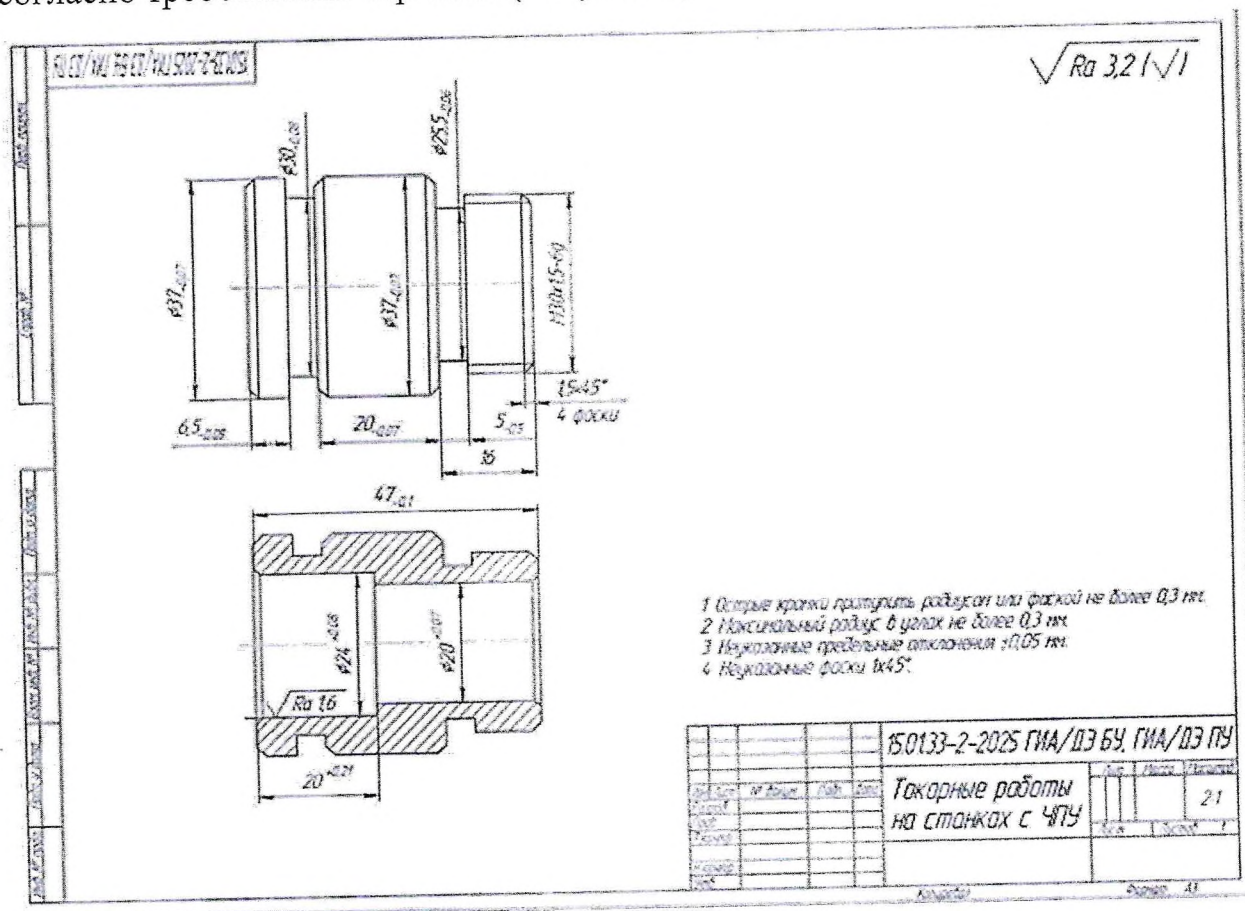

Рисунок 2- Чертеж детали Модуль №2 Задание №1
5. Произвести обработку детали в соответствии с технологическим процессом на токарном станке с ЧПУ с соблюдением требований к качеству, согласно требованиям чертежа. (Рисунок 2)